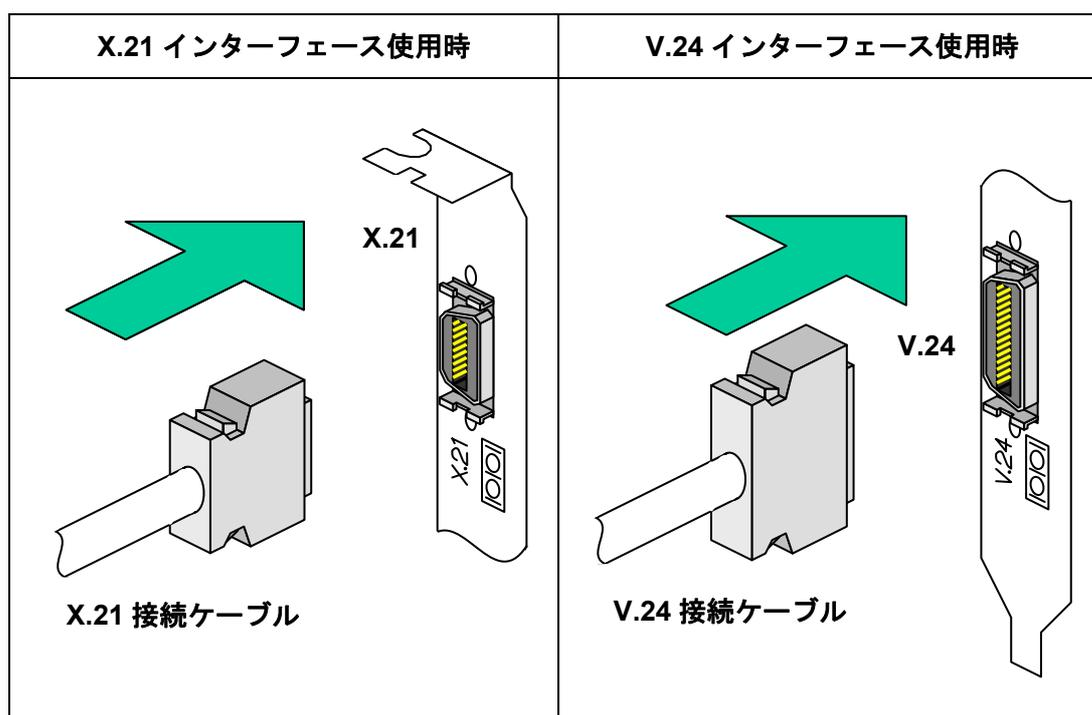

図2 ケーブルの接続図
1. 高速回線ボードを専用回線に接続するには、V.24 インターフェースもしくは X.21 インターフェースそれぞれ異なった専用ケーブルが必要です。専用ケーブルの一端を下図2にしたがって、ボード上の通信コネクタにしっかりと接続してください。